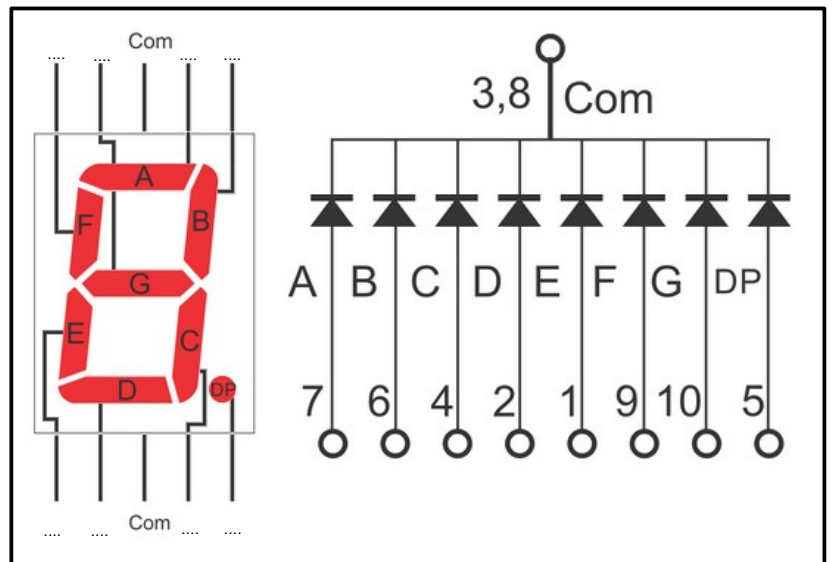

Figure 1
1.1 – Note sur la figure 1 les numéros des broches autour de l'afficheur 7 segments où se trouve des pointillés.